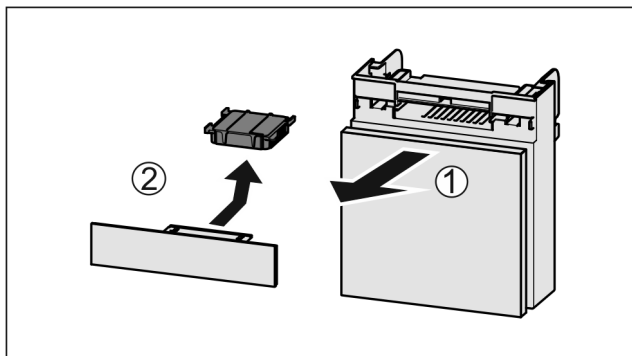

Fig. 181
- Потягніть Fig. 181 (1) відділення вперед.
- Витягнути Fig. 181 (2) фільтр з активованого вугілля.